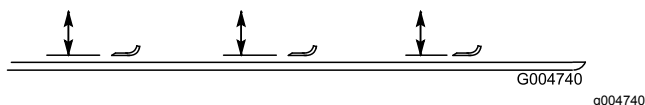

Figura 116
2. Ruotate la lama fino a quando le estremità non sono rivolte in avanti e indietro e misurate la distanza tra l'interno del piatto di taglio e il tagliente sulla parte anteriore della lama (Figura 116).